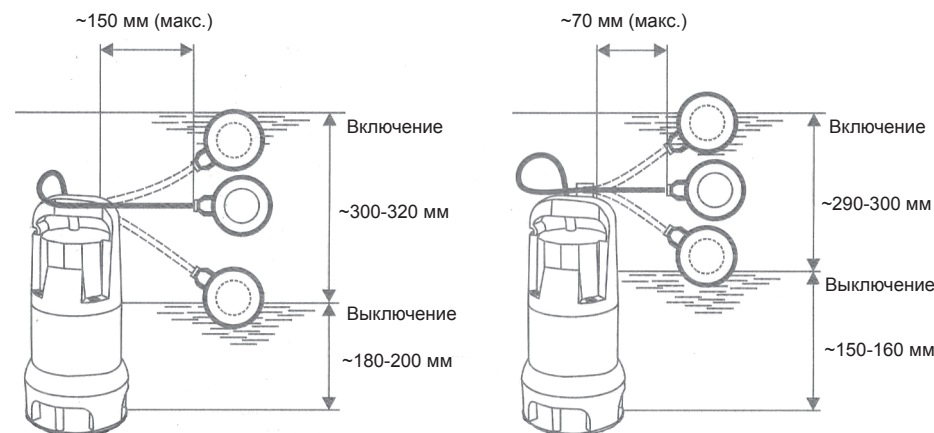

Рис. 2. Пример регулирования поплавкового выключателя.
- В случае максимально свободного конца кабеля, включение насоса происходит, если высота воды приблизительно составляет 530-600 мм (в зависимости от модели) и выключение соответственно при высоте 50-100 мм (в зависимости от модели). Уменьшив длину свободного конца кабеля, уровень включения/выключения электронасоса может быть изменен (рис. 2). Уменьшить длину свободного конца кабеля можно только с помощью фиксатора.